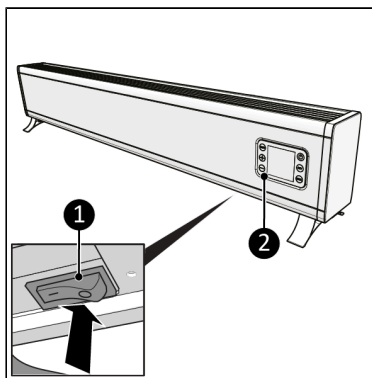

Figure 61.
2. Assurez-vous que le commutateur ON/OFF est en position OFF (Figure 61, pos. 1).
3. Insérez la fiche d'alimentation (Figure 61, pos. 2) dans une prise murale reliée à la terre et facilement accessible. Utilisez une prise murale mise à la terre d'une puissance minimale de 1000-1500-200-2500 watts.